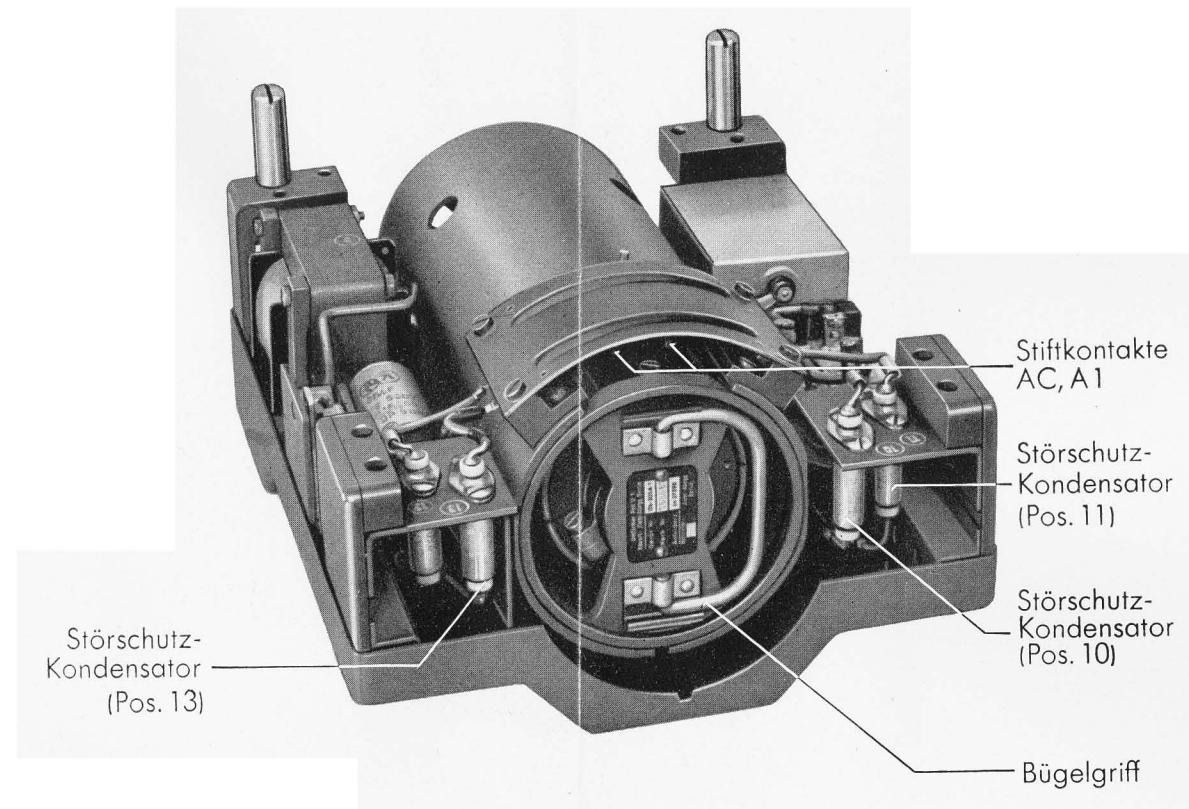

Abb. 5: Umformer, Vorderansicht
7. Der Umformer ist als zylindrischer Einsatzkörper ausgebildet und mit Bajonettverschluß in eine Leichtmetallhülse eingesetzt, aus der er durch kurze Drehung eines Bügelgriffs herausgehoben werden kann (s. Abb. 5). Um die Wirkung der während der Fahrt auftretenden Stöße der Funkpeil-
- Abb. 5: Umformer, Vorderansicht